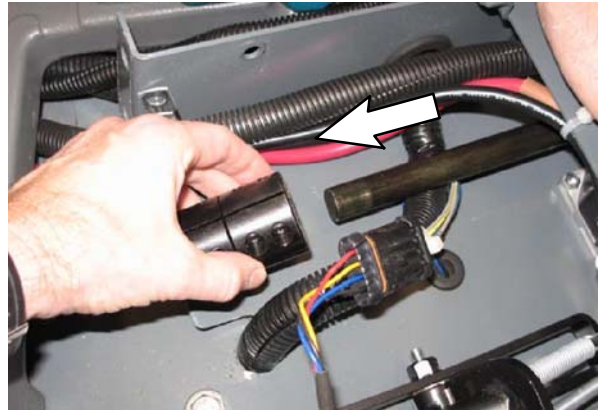

FIG. 17
16. Desplace el acoplamiento respecto al eje de la columna de dirección. Deseche el acoplamiento de dirección recién desmontado. (Fig. 17)